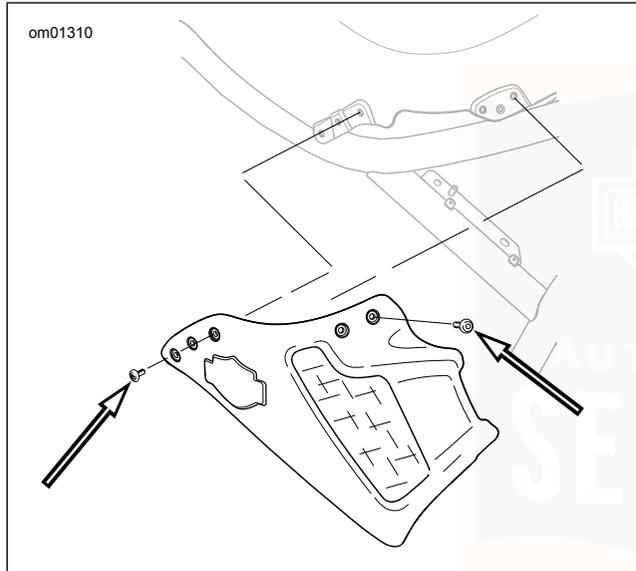

Abbildung 37. Vordere Seitenabdeckungsschrauben VR-SCF-Modell
1. Siehe Abbildung 37. Fünf Schrauben von der vorderen Seitenabdeckung entfernen.
1. Siehe Abbildung 37. Den Lufteinlass in Richtung Fahrzeugvorderseite ausrichten und die Tülle in der Seitenabdeckung auf die Befestigungsstifte am Rahmen ausrichten. Linke Seitenabdeckung andrücken, damit der Befestigungsstift eingreift.